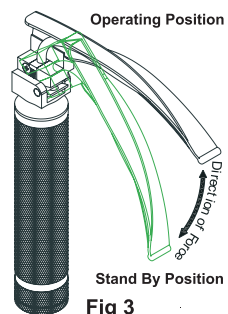

Fig 3
2. Fare forza verso l'alto per portare la lama in posizione operativa come illustrato in Fig. 3.
3. Per portare la lama in posizione di stand by fare forza verso il basso come illustrato in Fig. 3.